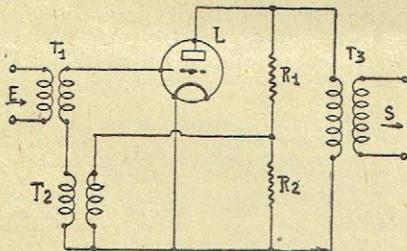
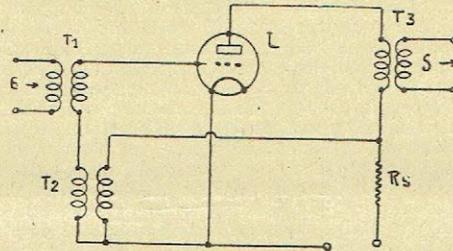

Fig. : 2.
Fig. : 3.
La figure 2 montre un exemple d'application
La figure 3 montre une application de la formule (2) c'est-à-dire le cas d'une réaction d'intensité. On voit, comme dans la figure 2, le transformateur d'entrée  $T_1$ , le transformateur de réaction  $T_2$  et la lampe amplificatrice, mais